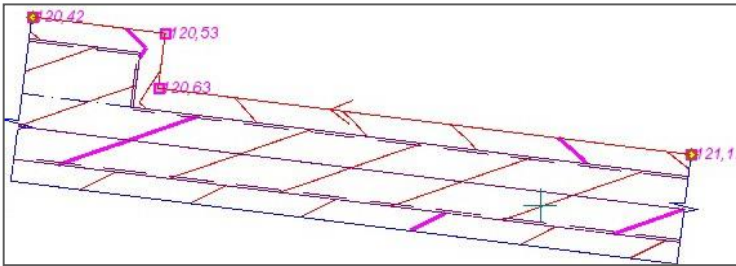

Рис. 6.26
- В окне параметров установлен метод определения первого профиля по отметкам, ко торые система определяет в узловых точках из поверхности в слое *Вертикальная планировка* (рис. 6.26).